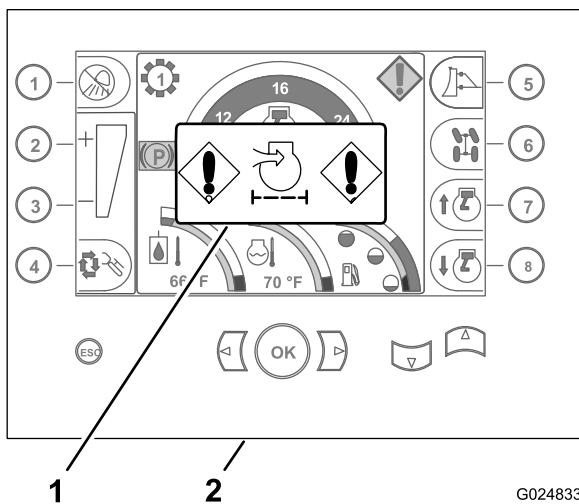

Figura 27
2. Controllate se l'indicatore filtro dell'aria ostruito è visualizzato nella schermata Home del centro di comando (Figura 27).